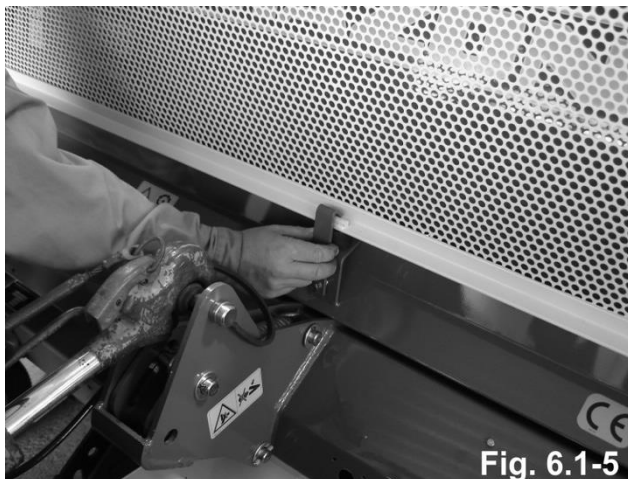

Fig. 6.1-5
- zaczipienie haka zabezpieczającego (rys. 6.1-5)